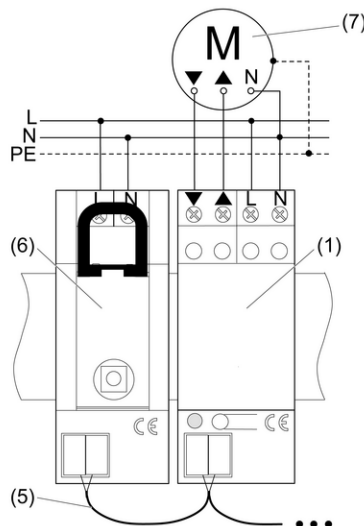

Bild 2
- Jalousieaktor (1) auf Hutschiene montieren.
- Jalousieaktor gemäß Anschlussplan anschließen (Bild 2) und mit dem Jalousie- bzw. Rollladenmotor (7) verbinden.
- Jalousieaktor an Anschlussklemme (4) über eine Busleitung mit dem Funk-Empfänger REG (6) bzw. anderen Funkaktoren verbinden.